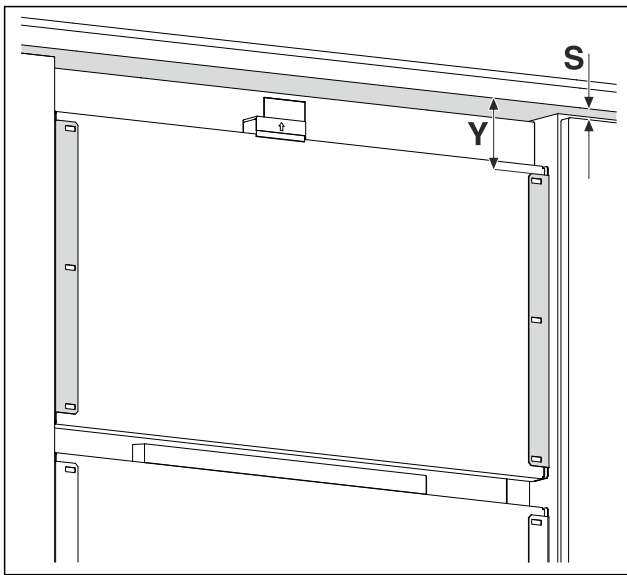

Fig. 16 Immagine a titolo di esempio
- Misurare la distanza Fig. 16 (Y) dal bordo inferiore del frontale del mobile all'angolare di supporto.
- Misurare il gioco Fig. 16 (S) dal bordo inferiore del frontale del mobile al bordo superiore della porta del mobile.